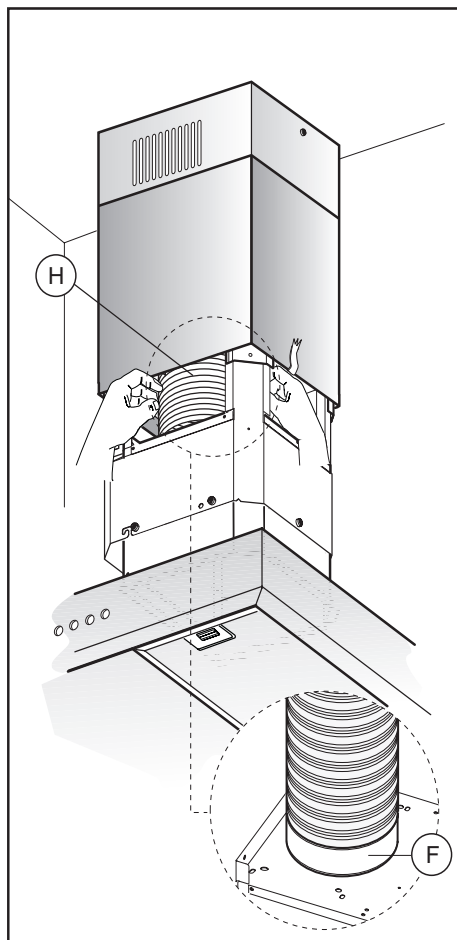

Fig.11
- Fissare il tubo di evacuazione aria **H** (non in dotazione) sulla Flangia di raccordo **F** (Fig.11)